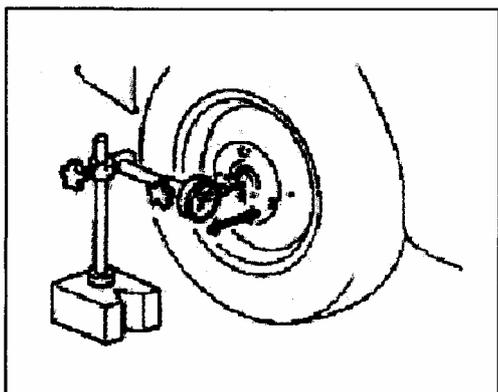

Рис. 549
- Проверьте износ подшипника колеса. Для проверки осевого зазора используйте измерительный инструмент (Рис. 549) Предельное значение зазора "а": 0.3 мм. При превышении предельного осевого зазора, замените подшипник.